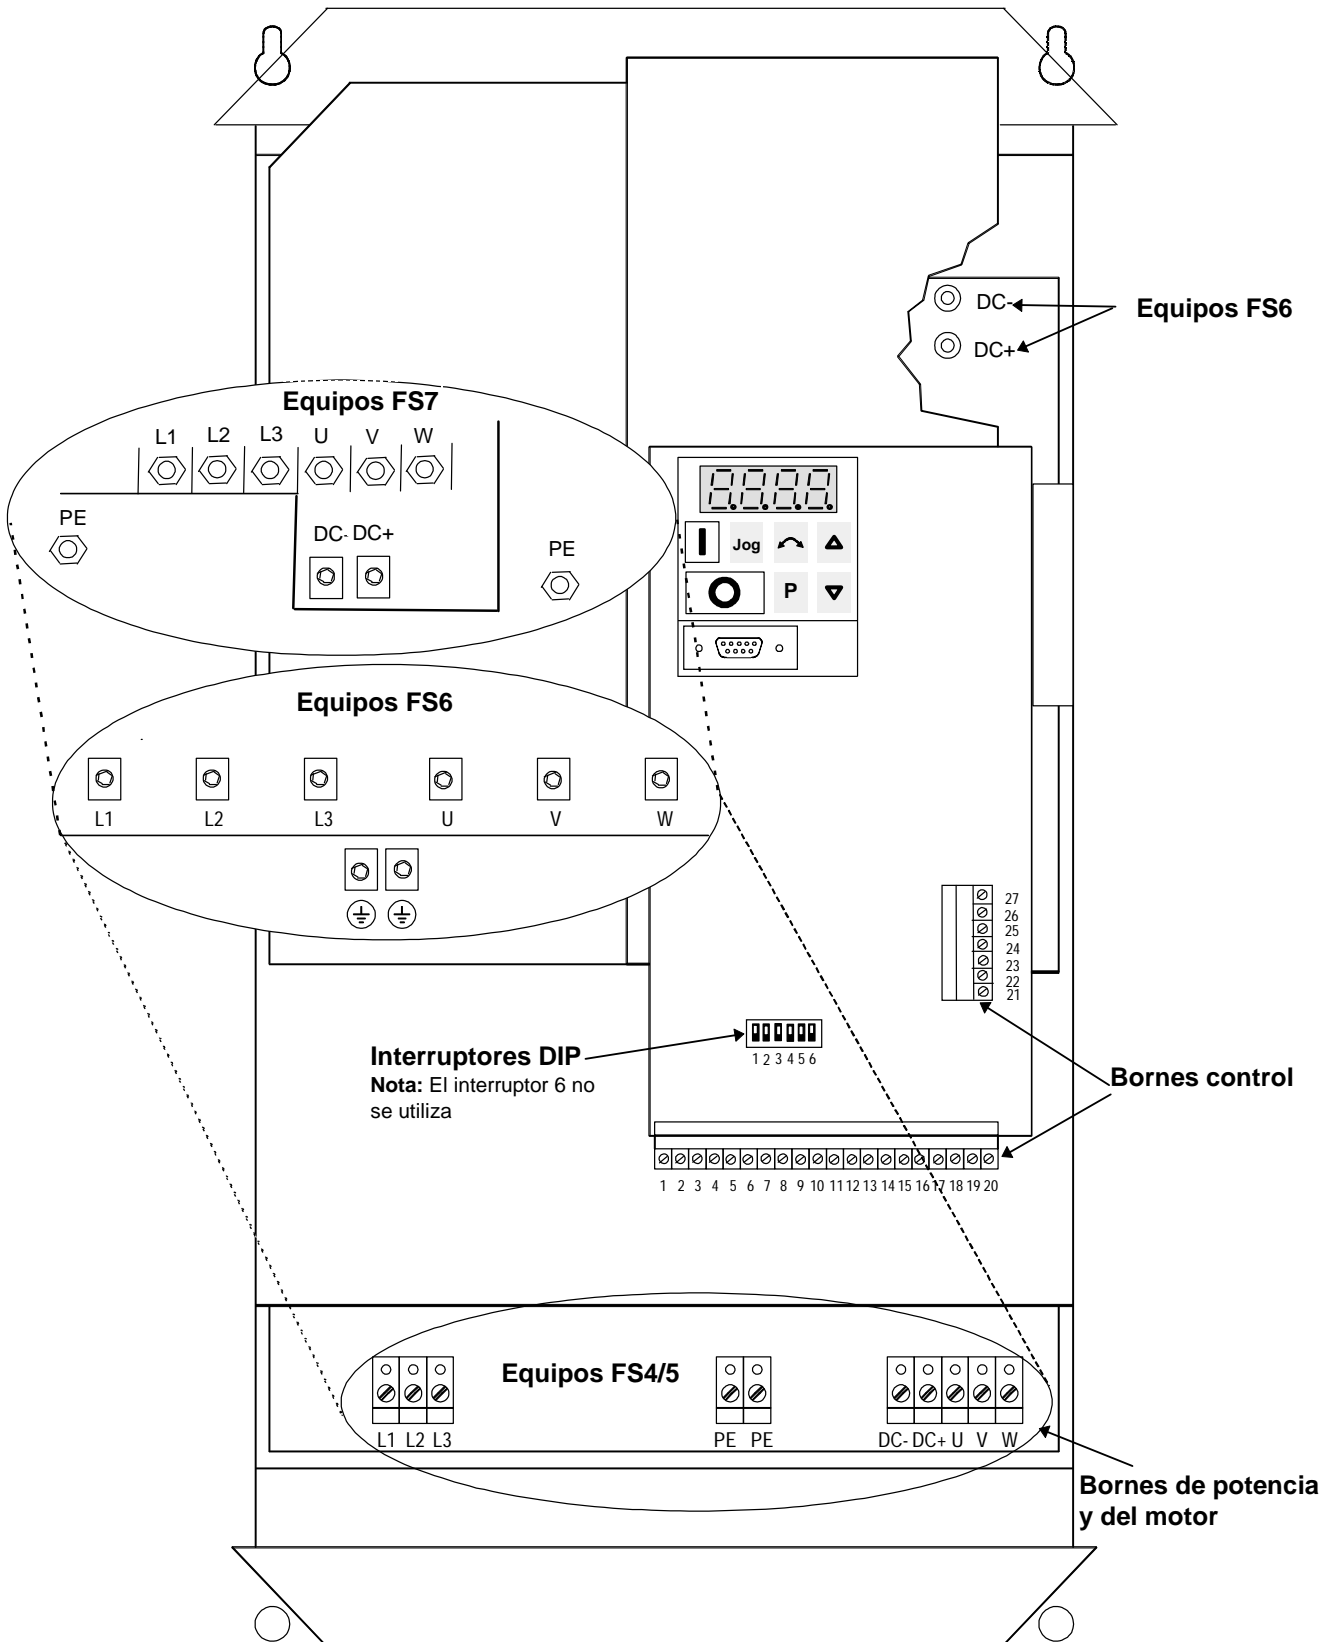

Figura 11: Conexiones MIDIMASTER VECTOR
Lea las directrices sobre cableado que se proporcionan en la sección 9.3 antes de comenzar la instalación. La figura 11 muestra las conexiones eléctricas en el MIDIMASTER Vector
2. Conecte la entrada de alimentación a los bornes de potencia L1, L2, L3 (sistema trifásico) y tierra (PE) (véase la figura 11) utilizando un cable de cuatro conductores y arandelas que se ajusten a la sección del cable. Los datos correspondientes a la sección de los conductores figuran en la sección 8.
3. Utilice un cable de cuatro conductores y las arandelas apropiadas para conectar los conductores del motor a los terminales U, V, W del motor y tierra (PE) (véase la figura 11).
Las conexiones de control al MIDIMASTER Vector se realizan por medio de dos bloques de bornes situados del modo que se muestra en la figura 11. Los bloques de bornes tienen un diseño de dos piezas. La pieza que contiene los bornes de tornillo puede retirarse de su alojamiento antes de que se conecten los cables. Una vez realizadas todas las conexiones a los bornes (véanse las figuras 12 y 14) y aseguradas, hay que volver a fijar firmemente el bloque de bornes en su alojamiento.
- en el marco de tamaño 4, 5 y 6: la tapa frontal está retirada (consulte la figura 11).
- en el marco de tamaño 7: la tapa frontal inferior está retirada (consulte la figura 11).